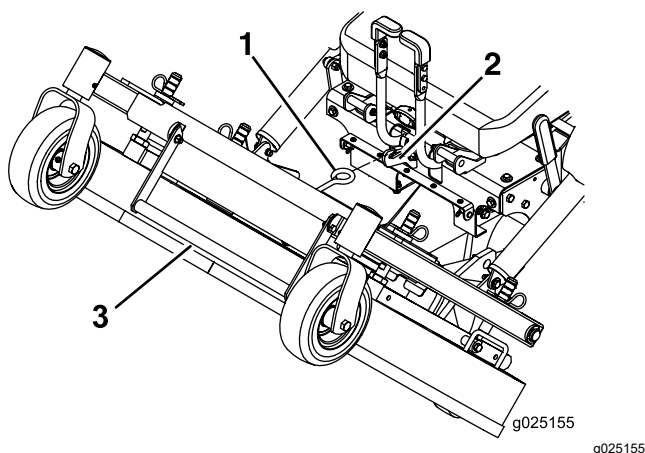

Figura 9
4. Usando el asa de elevación de la carcasa, eleve la carcasa y engánchela en la posición elevada (el cierre está situado en el centro de la parte delantera del asiento), como se muestra en la Figura 9.
1. Sujete firmemente la barra de elevación de la carcasa, desenganche el enganche de la carcasa de corte de la máquina y baje la carcasa lentamente al suelo (Figura 9).
2. Empuje hacia dentro los pestillos de bloqueo de la carcasa y gírelos hacia adelante para bloquear la carcasa de corte firmemente en la posición bajada (Figura 9).